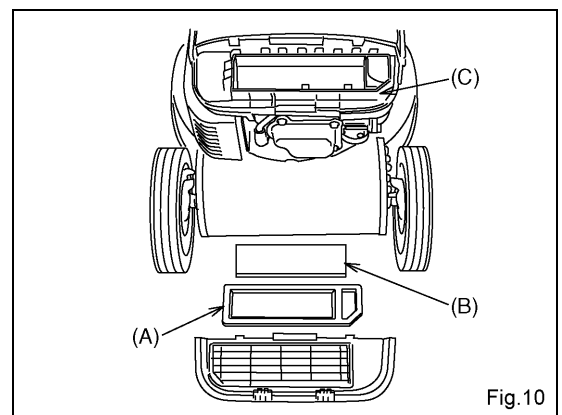

Fig.10
- (2) エアクリーナボディ (C) から濾紙エレメント (A)、スポンジエレメント (B) を取り外して下さい。(Fig.10)